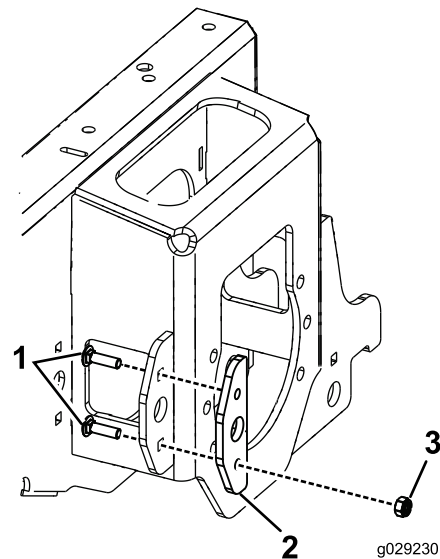

Figura 1
8. Montate la piastra di usura sulla superficie esterna della staffa di sollevamento anteriore esistente, utilizzando i bulloni a testa tonda e il dado M10 (Figura 1).